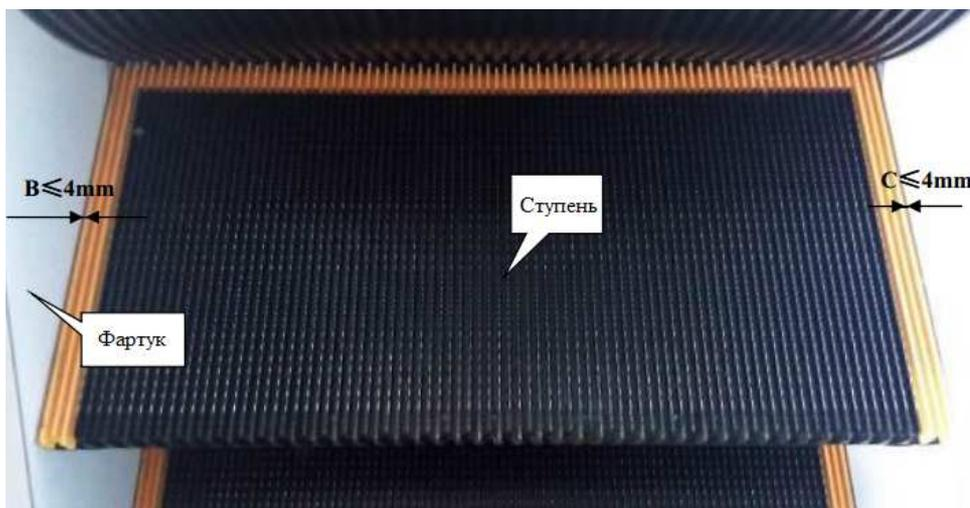

Рисунок 1.30 – Зазоры ступени между фартуками
- 3) Зазор с каждой стороны должен быть не более 4 мм, а суммарный с обеих сторон не больше 7 мм (рис. 1.30).